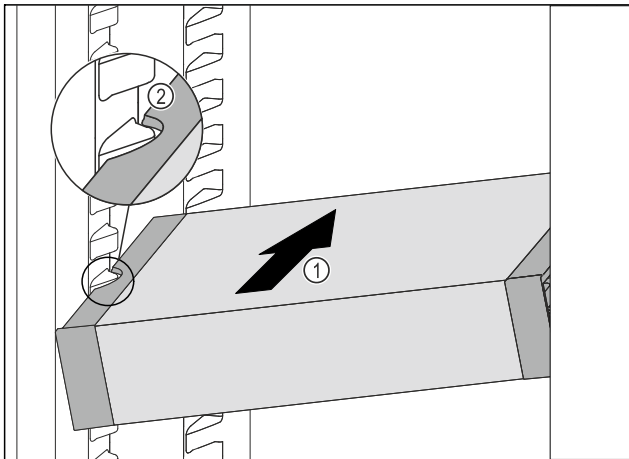

Fig. 63
- ▶ Sätt in VarioSafe snett i kyldelen Fig. 63 (1) tills sidofördjupningarna Fig. 63 (2) på VarioSafe är i samma nivå som behållarlisterna i kyldelen.